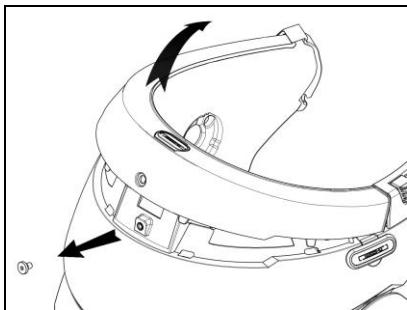

Abb. 4
- Entfernen Sie die Schraube des Kantenschutzes am Helmand, indem Sie den eigens dafür bestimmten Schlüssel verwenden (Abb. 4).
- Entfernen Sie den Kantenschutz am Helmand, wie auf Abb. 4 dargestellt, vollständig und entfernen Sie ebenfalls die Komfortpolsterung.